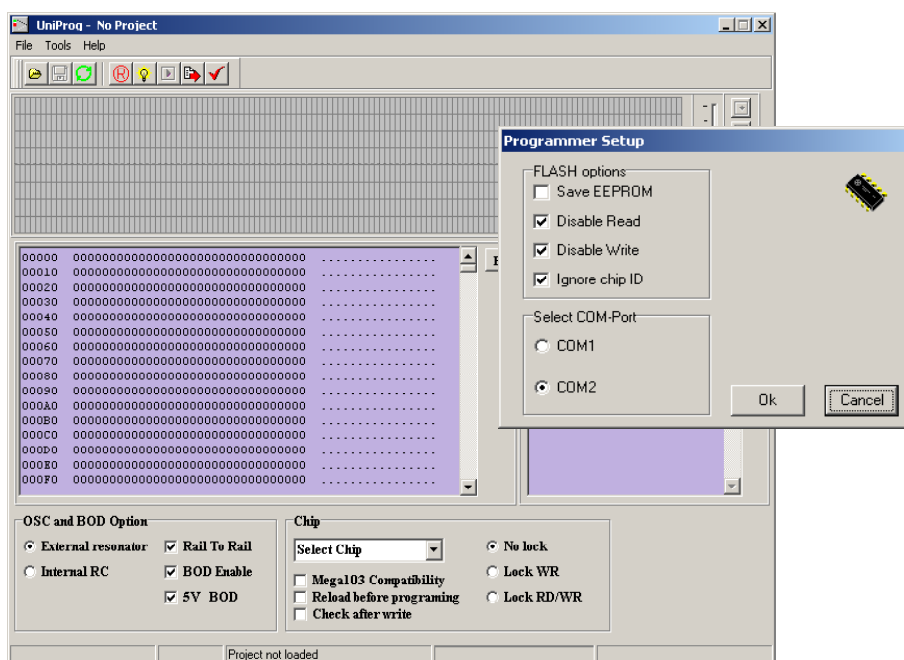

Рис.11.
8. В меню “Tools” командой “Programmer Setup” (рис.11) настройте программу на использование задействованного последовательного порта компьютера (порт COM1 или COM2).